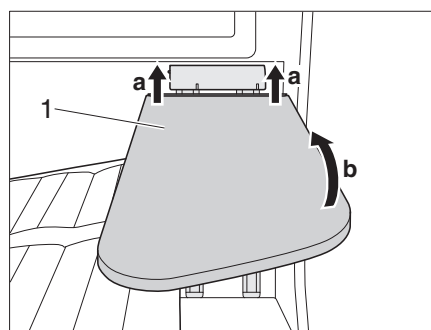

Figura 34 Plegar el tablero de la mesa
Plegar el tablero de la mesa: ■ Subir (a) tablero de la mesa (Figura 34,1) y cerrar hacia arriba (b).
■ Desplazar el tablero de mesa (Figura 34,1) hacia abajo.